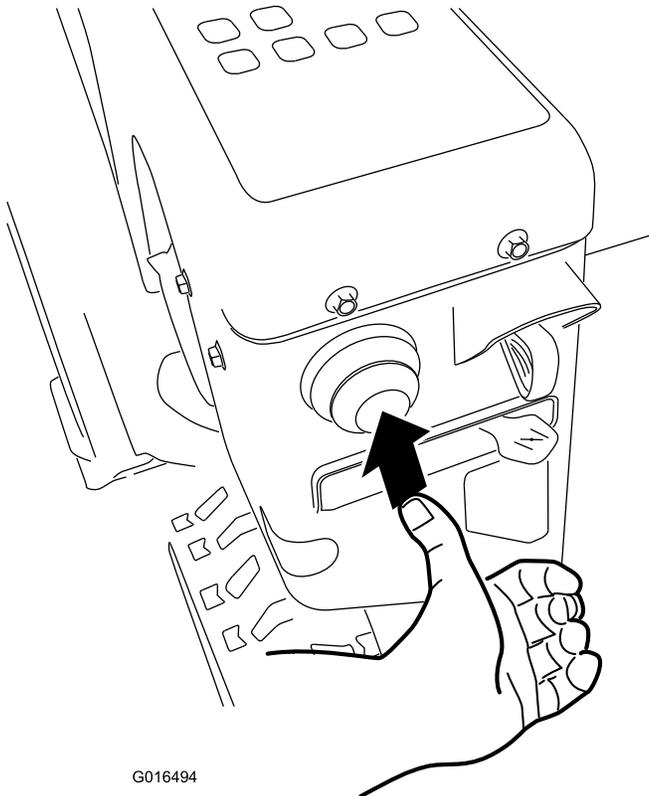

Bild 22
4. Drücken Sie die Kaltstarthilfe 3 Mal kräftig mit dem Daumen, halten Sie die Kaltstarthilfe jeweils für eine Sekunde gedrückt (Bild 22).